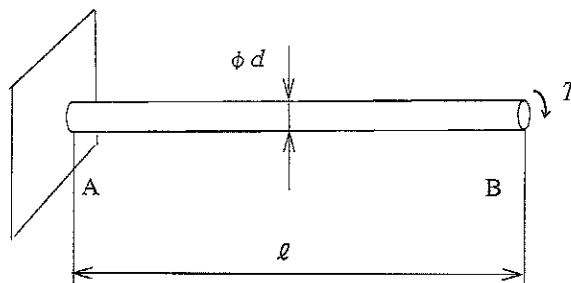

図3
① $\frac{w_0 l^2}{3\sqrt{3}}$	② $\frac{w_0 l^2}{6\sqrt{3}}$	③ $\frac{w_0 l^2}{9\sqrt{3}}$	④ $\frac{w_0 l^2}{12\sqrt{3}}$	⑤ $\frac{w_0 l^2}{18\sqrt{3}}$	⑥ $\frac{w_0 l^2}{27\sqrt{3}}$
- 3 図3に示すような直径 $d = 30\text{mm}$ で長さ $l = 1.0\text{m}$ の丸棒の先端にねじりモーメント T が作用している。以下の設問 (1) ~ (3) に答えよ。ただし、丸棒の自重は考慮しないものとする。